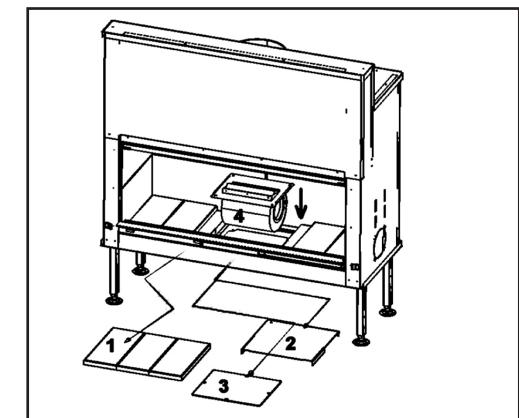

FIG. 7
- Togliere le piastre di scamolex e il fondo del caminetto (fig. 7).
- Enlevez les plaques de Chamoflex, la plaque du double fond et la trappe d'accès au ventilateur suivant fig. 7